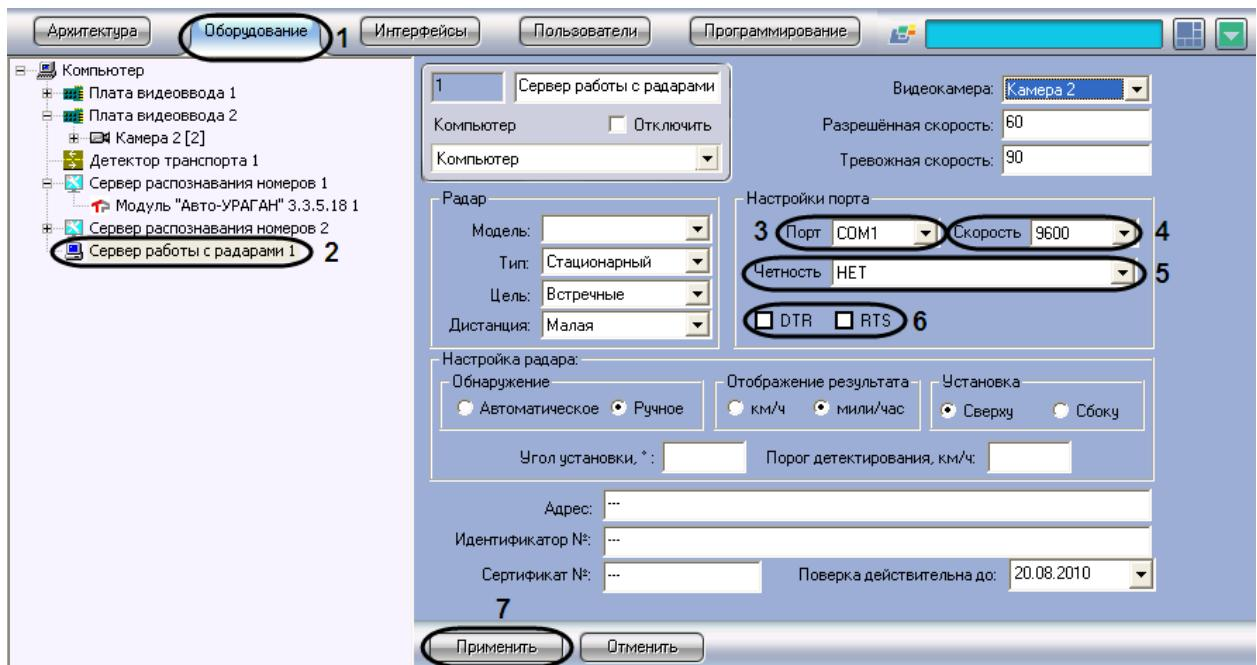

Рис. 7.3—1. Панель настроек объекта «Сервер работы с радарами»
1. Перейти во вкладку «Оборудование» диалогового окна «Настройки» программы «Авто-Интеллект» (см. Рис. 7.3—1, 1).
2. В дереве объектов на вкладке «Оборудование» выбрать объект «Сервер работы с радарами», соответствующий настраиваемому программному модулю «Радар» (см. Рис. 7.3—1, 2). В правой части вкладки «Оборудование» отобразится панель настройки выбранного объекта.
3. Из списка «Порт» выбрать номер последовательного (COM) порта подключения устройства «Радар» (см. Рис. 7.3—1, 3).
4. При необходимости изменить параметры скорости обмена данными между сервером и устройством «Радар» (см. Рис. 7.3—1, 4).